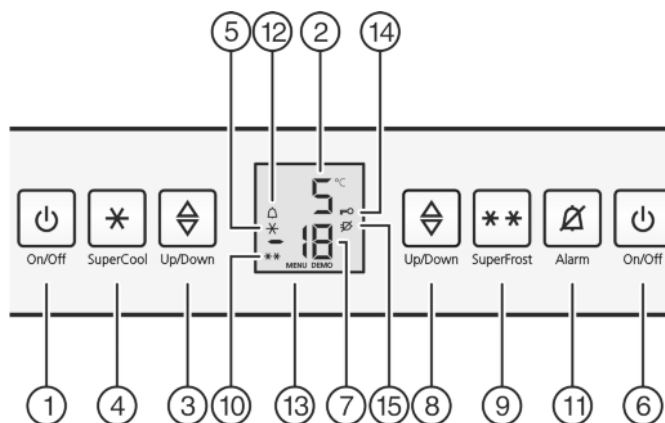

Fig. 2
- ▶ Nacisnąć przycisk On/Off zamrażarki *Fig. 2 (6)*.
- ▶ Nacisnąć przycisk On/Off chłodziarki *Fig. 2 (1)*.
- ▶ Aktywacja trybu regulacji: Nacisnąć i przytrzymać przycisk SuperFrost *Fig. 2 (9)* przez ok. 5 sekund.
- ▷ Na wskaźniku pojawia się symbol menu *Fig. 2 (13)*.
- ▶ Krótko potwierdzić przyciskiem SuperFrost *Fig. 2 (9)*.
- ▷ Na wskaźniku świeci symbol zabezpieczenia przed dziećmi *Fig. 2 (14)*.
- ▶ Krótko wcisnąć przycisk On/Off zamrażalnika *Fig. 2 (6)*.
- ▷ Symbol zabezpieczenia przed dziećmi *Fig. 2 (14)* gaśnie.
- ▶ Nacisnąć przycisk Alarm *Fig. 2 (11)*.
Jednocześnie miga wskaźnik temperatury i symbol Alarmu Fig. 2 (12).
Akustyczny sygnał ostrzegawczy milknie automatycznie, znika symbol Alarmu Fig. 2 (12) i wskaźnik temperatury przestaje migać, gdy temperatura będzie ponownie wystarczająco niska.